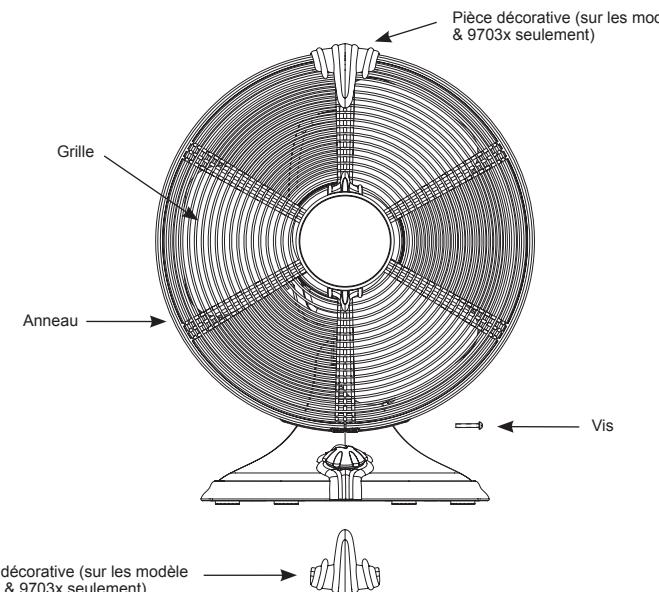

FIGURE 4
2. Désassembler les grilles en levant soigneusement la vis à la base de l'anneau. Voir figure 4.